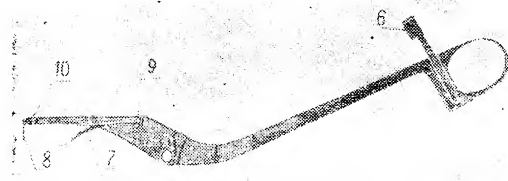

Рис. 2.
К верхней бранше (см. Рис. 2) крепятся: гибкая часть кремальеры (6), рессорная пружина (7) и толкатель (8). Пружина и толкатель закреплены винтом (9 и 10).